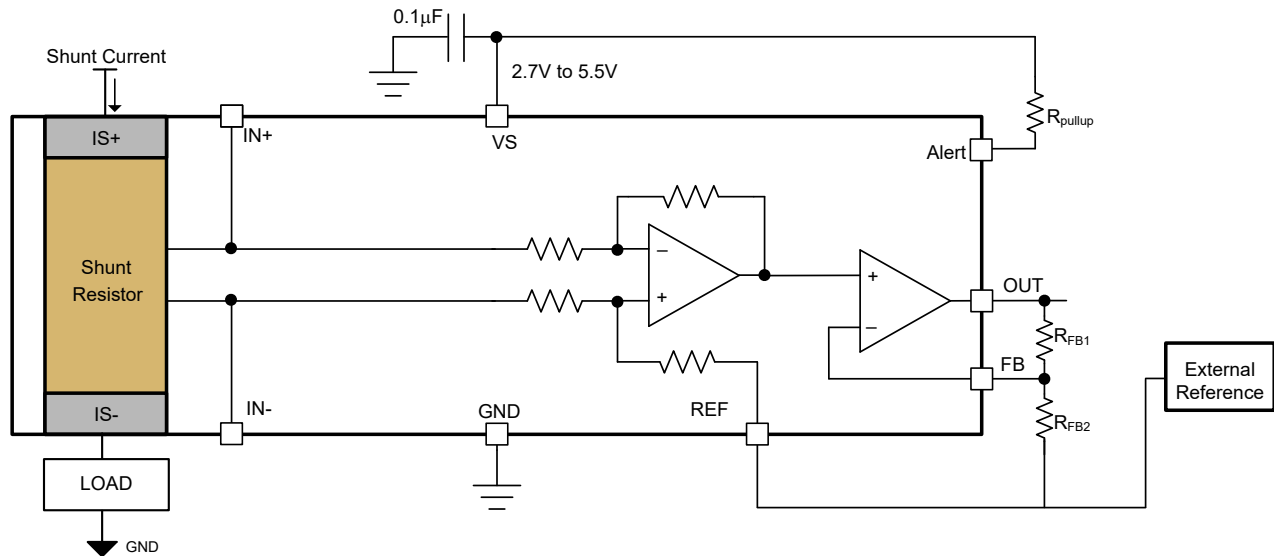

図 6-7. 外部抵抗分割器による調整可能なゲイン設定
INA791x は、2 つの外付け抵抗ネットワークでゲインを調整可能です。デフォルトのゲインは 20mV/A であり、外付けの可変ゲイン抵抗ネットワークを追加することで、総ゲイン (G) は最大 400mV/A の範囲に対応できます。図 6-7 に、外付けゲインを追加するように構成された 2 つの外付け抵抗 R_{FB1} および R_{FB2} を示します。式 2 は外部可変ゲインの計算に使用でき、式 3 は外付け可変ゲインでのシステムの合計ゲインを示します。リファレンスピンによる出力の調整に示すように、REF ピンと抵抗 R_{FB2} の一方の端は、OUT ピンで必要な電圧に基づいて、外部リファレンスに接続されています。